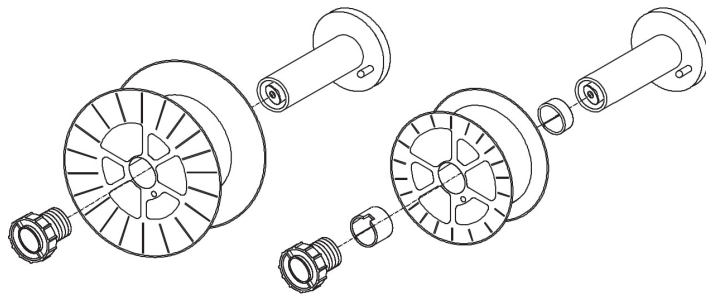

Figura 10
- Para bobinas menores, também é necessário montar os espaçadores como mostrado na Figura 10.